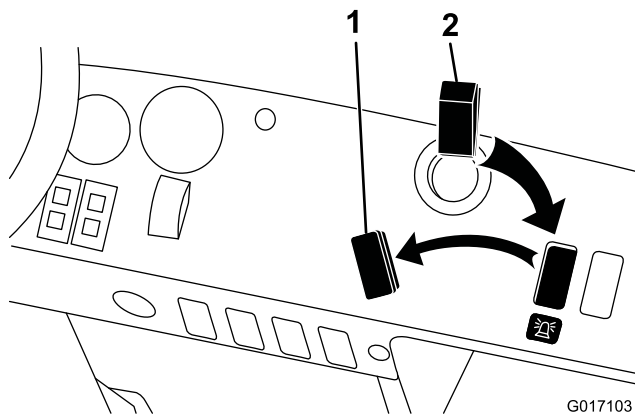

Figure 1
1. Retirez le cache qui masque le trou de montage de l'interrupteur dans le tableau de bord (Figure 1).
3. Insérez l'interrupteur du gyrophare dans le trou du tableau de bord (Figure 1).